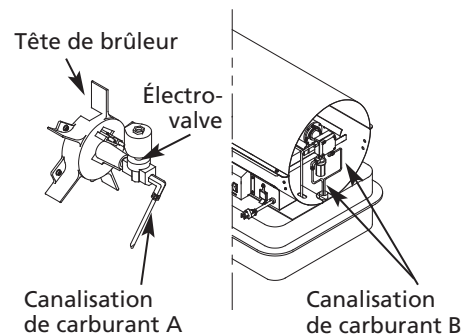

Figure 15 - Serrer la canalisation de combustible
- Utiliser une clé de 1/4 po et serrer la canalisation de carburant (A) au niveau de l'électro-valve et de la pompe (voir la Figure 15).